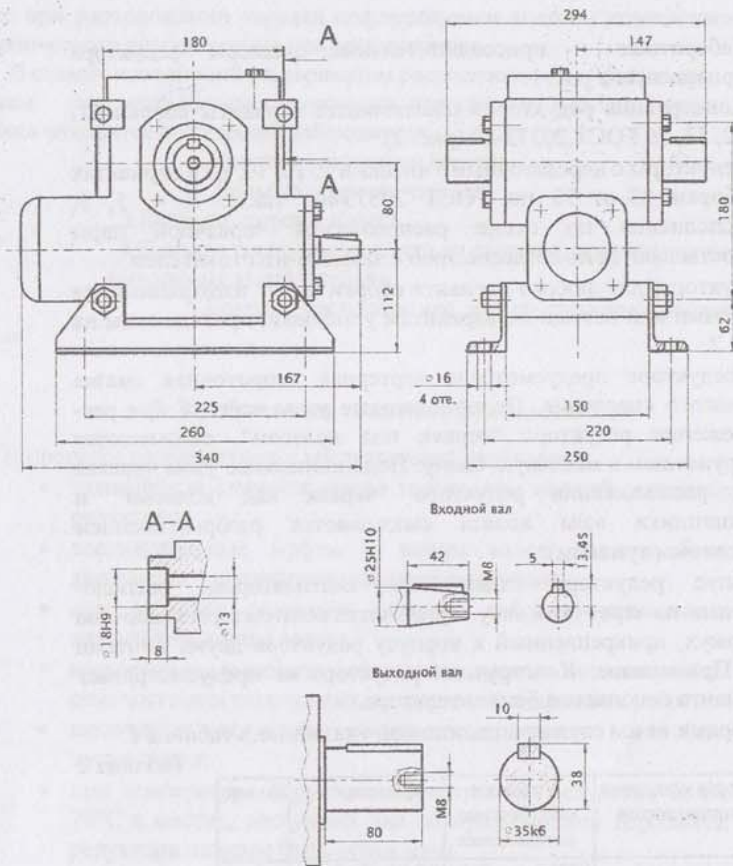

Рис.1 Габаритные и присоединительные размеры
- Габаритные и присоединительные размеры редуктора приведены на рис. 1.